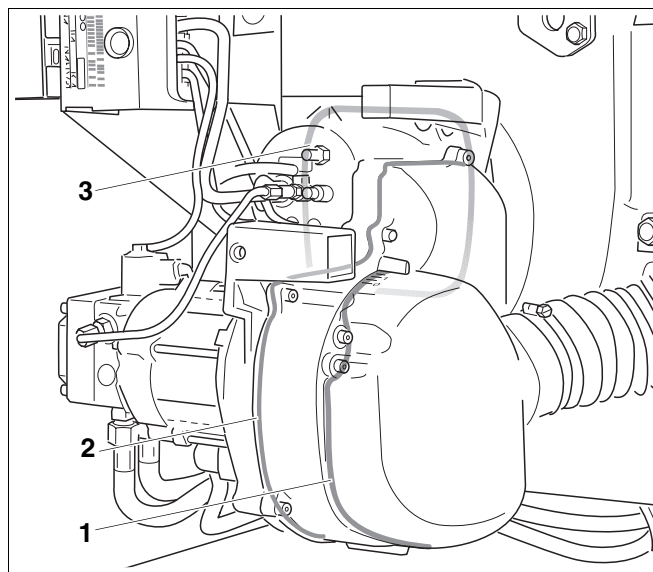

Рис. 33 Дополнительное уплотнение Logatop SE RLU
- плоское уплотнение фланца горелки (рис. 33, поз. 3)
- уплотнение шумоглушителя (рис. 33, поз. 1)
- уплотнение основания корпуса круглым шнуром (рис. 33, поз. 2).